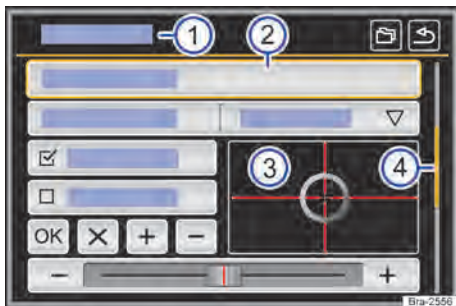

Fig. 102 Representação esquemática: vista geral das possíveis superfícies de função no display.
O aparelho está equipado com um touchscreen (tela de toque) → Fig. 102 (3).
As superfícies de função iniciam funções ou abrem outros submenus. Em submenus é indicado, na linha do título, o menu atualmente selecionado → Fig. 102 (1).